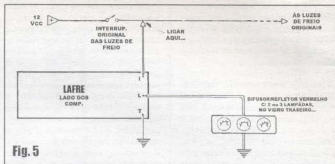

Fig. 5
- FIG. 5 - OPÇÃO PARA ACIONAMENTO DE BRAKE LIGHT INDEPENDENTE... - Na figura anterior vimos os procedimentos para ligação/instalação do LAFRE no controle direto das luzes de freio normais, *já instaladas* no carro... Entretanto (como foi mencionado no início...), também é possível fazer o circuito controlar um conjunto independente de luzes de advertência, a ser instalado junto ao vidro traseiro do carro, contendo duas ou três lâmpadas pequenas (10W cada, no máximo...), embudadas num refletor/difusor com lente vermelha frontal, fixado por suporte e apontando para trás, através do tal vidro... Este conjunto poderá ser adquirido pronto (o custo não é alto...) em lojas de auto-peças, ou mesmo ser construído pelo caro leitor/hobbysta, a partir de uma *container* apropriado, alguns soquetes, laminado de alumínio amassado (para o refletor interno) e uma janela de acrílico vermelho translúcido para a *mascara* frontal... Notar que nesse modelo alternativo de instalação, as conexões originais das luzes de freio convencionais *não são modificadas*... Bastará ligar o ponto 1 do